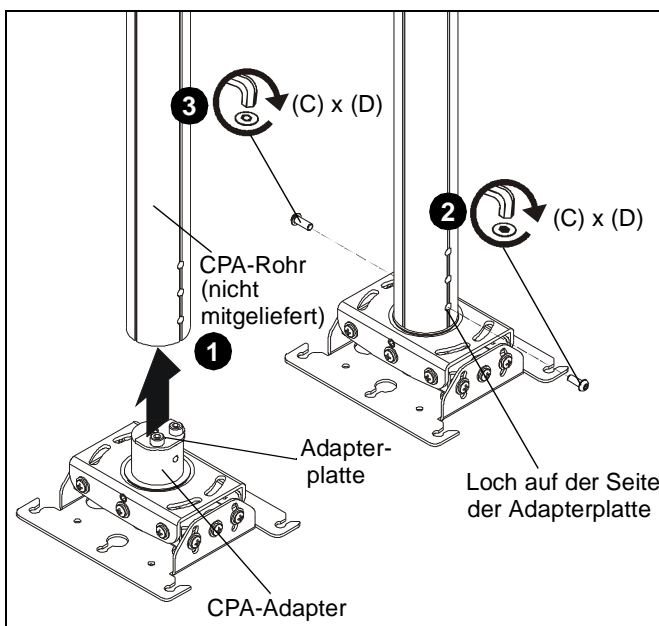

Abb. 1
1. Schieben Sie die RPE so in die untere Öffnung der (nicht mitgelieferten) CPA-Säule, dass die Löcher des CPA-Adapters der RPE und der CPA-Säule genau übereinander liegen. (Siehe Abb. 1)
2. Schrauben Sie entweder eine M6x16-Halbrundkopfschraube (C) oder eine Sicherheitsschraube (D) in das Loch auf der Seite der Adapterplatte des CPA-Adapters befindet. (Siehe Abb. 1)
3. Befestigen Sie die RPE (A) auf der gegenüberliegenden Seite des CPA-Rohrs mit der anderen M6x16-Halbrundkopfschraube (C) oder Sicherheitsschraube (D) an der CPA-Säule. (Siehe Abb. 1)